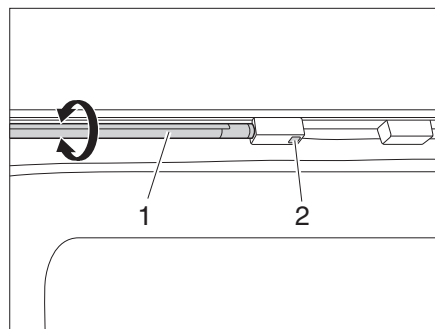

Bild 44 LED-Lichtleisten
- LED-Lichtleiste (Bild 44,1) am Schalter (Bild 44,2) ein-/ ausschalten.
- LED-Lichtleiste (Bild 44,1) am Leuchtkörper fassen und drehen.